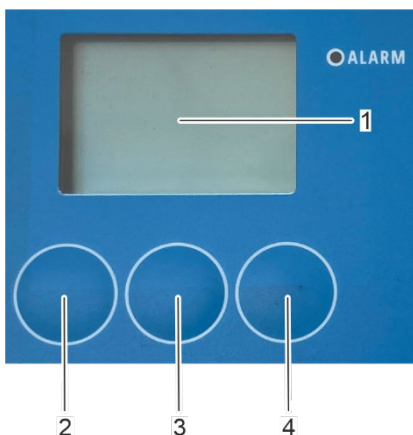

Abbildung 108: Bildschirm und Tasten der Rotorreinigungskontrolle
1. Verwenden Sie die Pfeiltasten [nach oben] (Abbildung 108/1) und [nach unten] (Abbildung 108/3), um die gewünschte Sprache auszuwählen.
2. Bestätigen Sie die Auswahl mit [OK] (Abbildung 108/2).